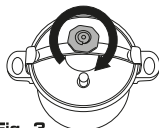

Fig. 3
- 3) Rodeo manípulo de fecho no sentido da flecha até o travessão ficar bem ajustado na parte superior das asas de inox. **Fig.3**